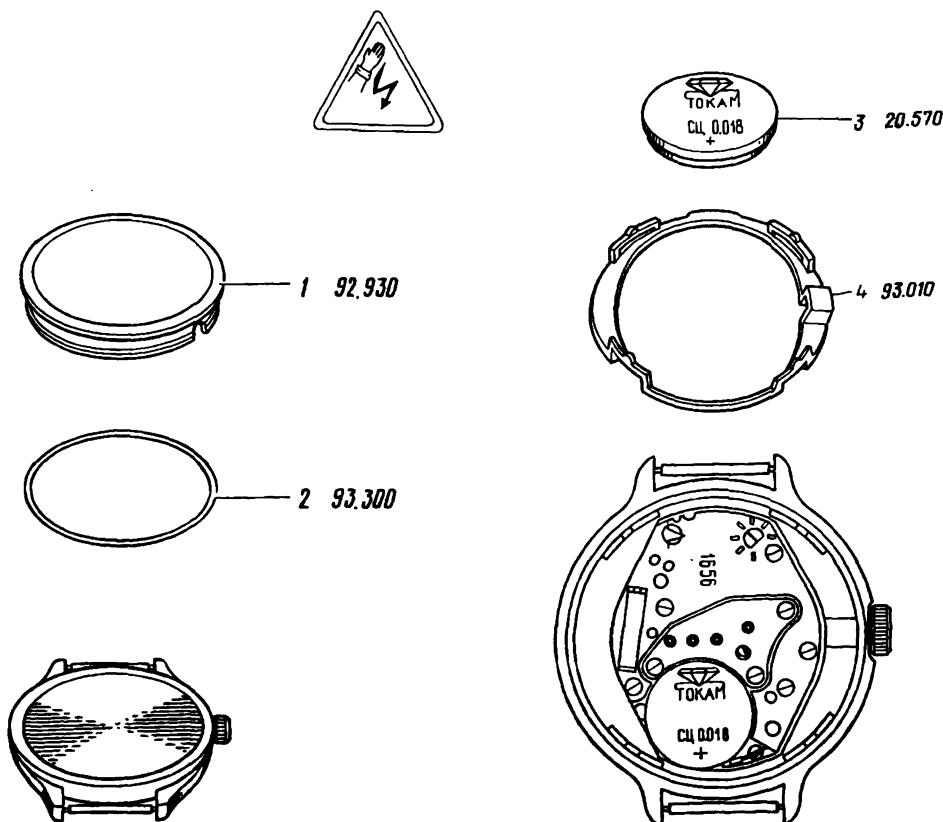

Рис. 46
2. Открыть и снять крышку (дно) 1 (рис. 46)